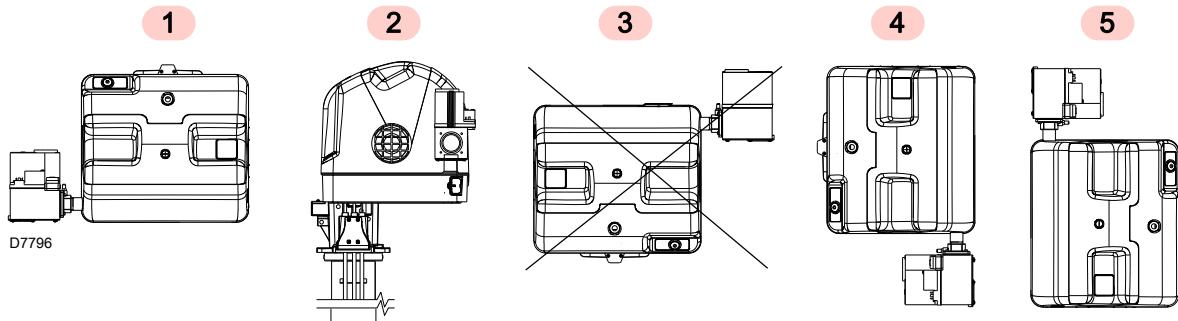

图 11
- ▶ 燃烧器设计为仅能安装在位置 1, 2, 4 和 5 (图 11)。
- ▶ 所有位置均要求安装燃气阀，线圈朝上或垂直 (图 11)。